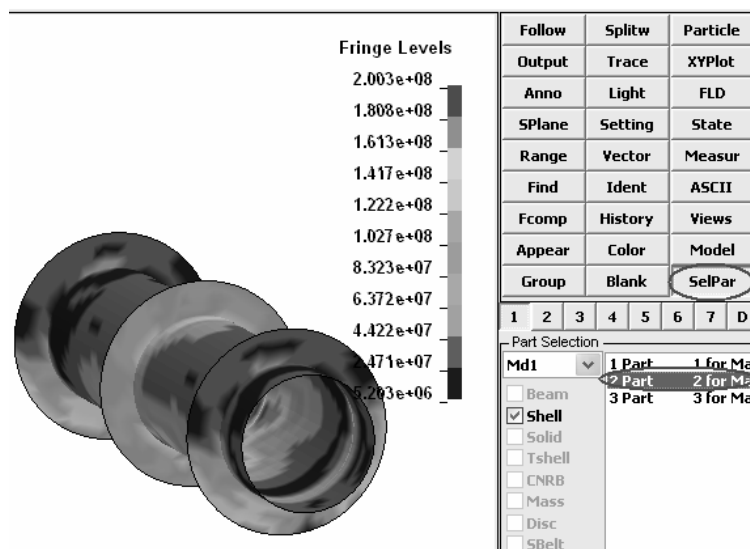

图 8-25 查看各个 Part 的云图
(2) 在动画播放过程中单击“SelPar” (见图 8-25), 再单击“2Part 2for Ma”, 图形窗口中显示出内圆管和筋板的应力云图。按住“Ctrl”键保持不放, 同时单击左键一并选中图 8-25 中的“1Part 1for Ma”、“2Part 2for Ma”、“3Part 3for Ma”, 此时图形窗口中显示出所有的模型。单击视频工具条中的暂停键, 停止视频播放。